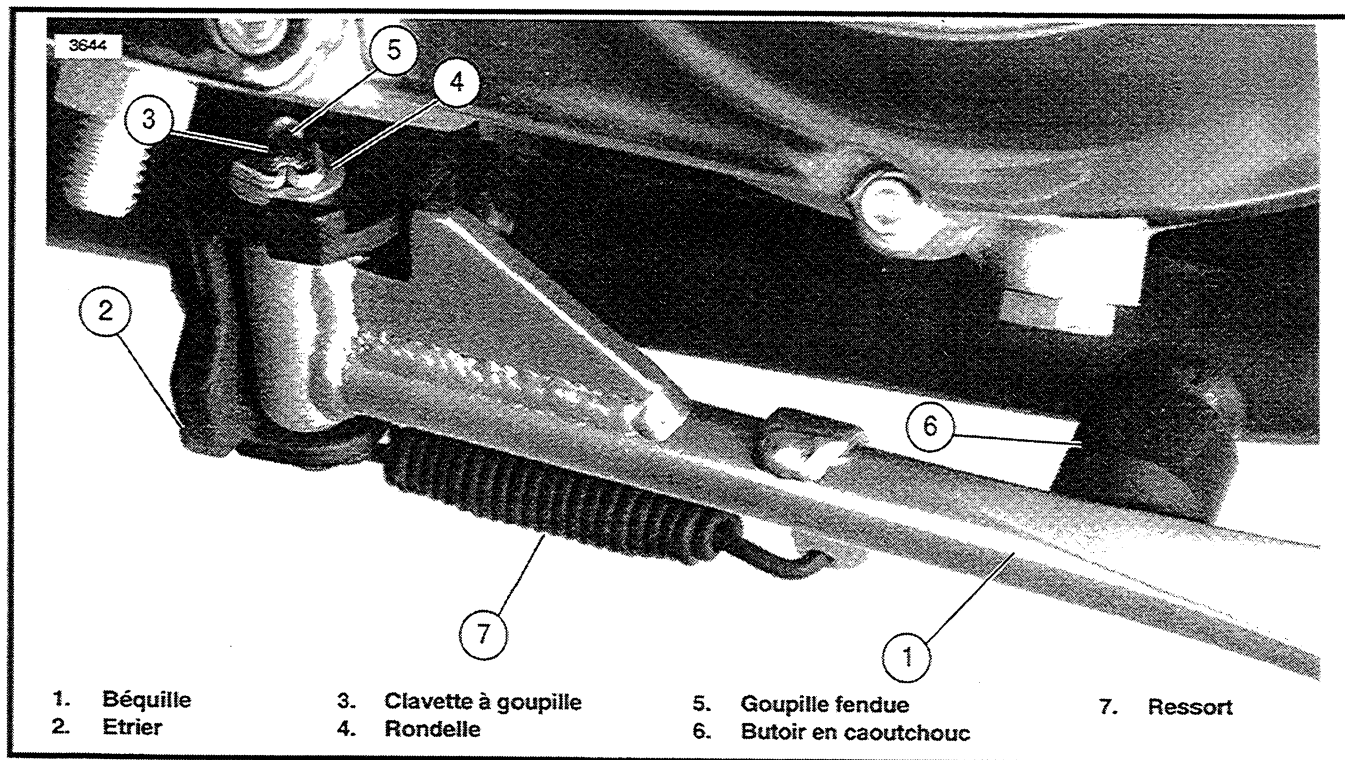
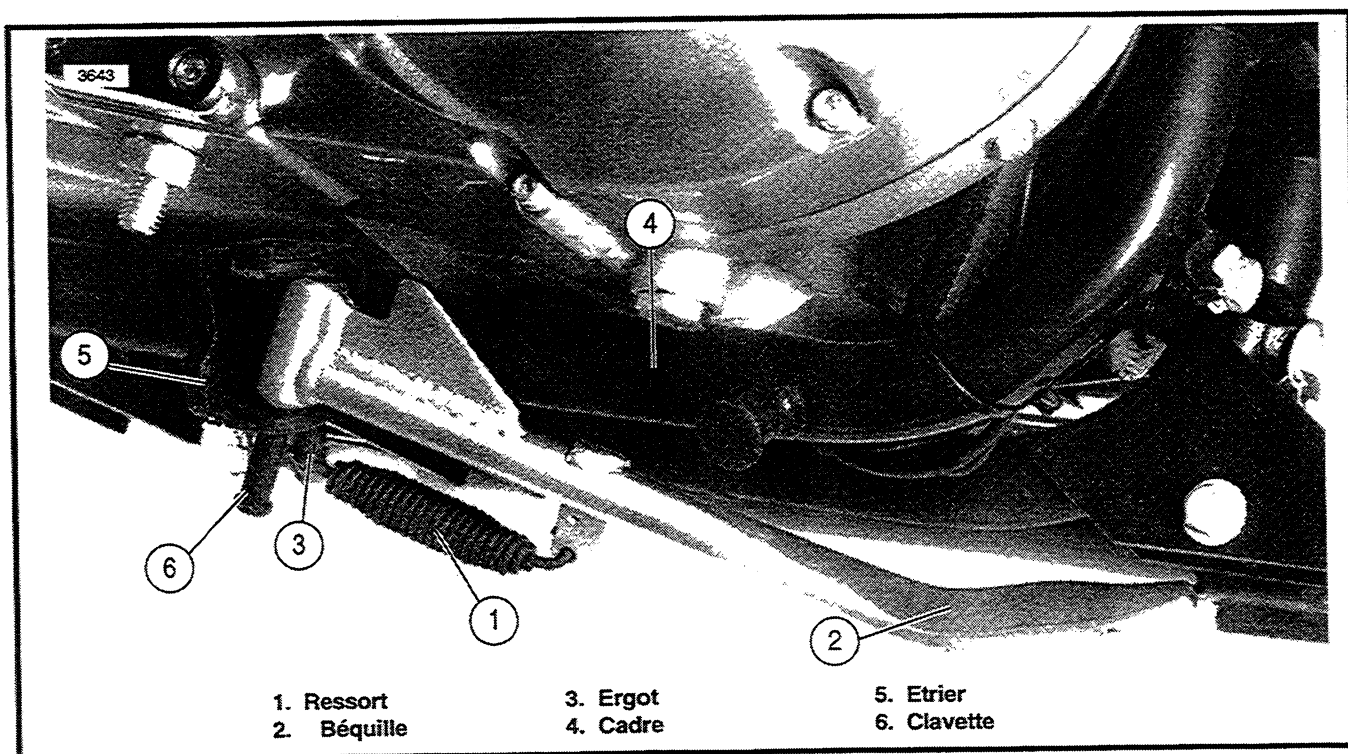

Figure 2-58. Béquille repliée
Figure 2-59. Béquille (partiellement installée)
2. Voir Figure 2-58. Retirez le butoir en caoutchouc (6) du cadre pour permettre à la béquille (1) de se replier un peu plus. Ceci diminue la tension du ressort (7) et facilite sa dépose lors de la procédure suivante.
3. Repliez la béquille (1). Chassez la goupille (5) et jetez-la. Enlevez la rondelle (4).
4. Voir Figure 2-59. Tout en maintenant la béquille (2) repliée, retirez la clavette (6) de l'étrier (5) de manière à ce qu'elle sorte à peine du pivot de l'étrier.
5. Décrochez le ressort (1) de l'ergot (3) à l'aide de pinces. Détachez l'autre extrémité du ressort de la béquille (2).
6. Retirez la clavette (6). Enlevez la béquille (2).
NETTOYAGE ET LUBRIFICATION (Figure 2-59)
2. Voir Figure 2-59. Accrochez une des extrémité du ressort (1) dans l'orifice situé sur la béquille (2). Accrochez l'autre extrémité sur l'ergot (3).
3. Laissez l'extrémité du ressort dans la rainure de l'ergot tout en maintenant le pied de la béquille (2) en position repliée. Positionnez le pivot de la béquille dans l'étrier (5) situé sur le cadre de la moto (4). Introduisez la clavette (6) dans l'orifice du montant inférieur de l'étrier, puis de moitié dans le pivot de la béquille.
4. Voir Figure 2-58. Soulevez la béquille (1) pour aligner l'orifice du pivot avec celui de l'étrier (2). Enfoncez complètement la clavette (3).
5. Installez la rondelle (4) au bout de la clavette (3) et sur le montant supérieur de l'étrier (2). Introduisez une goupille (5) neuve dans l'orifice situé au bout de la clavette. Tordez les extrémités de la goupille.
6. Enfoncez le butoir en caoutchouc (6) sur le goujon situé sur le cadre de moto.
7. Dépliez et repliez la béquille plusieurs fois pour en vérifier le fonctionnement. En position repliée (vers le haut), la béquille devrait reposer fermement contre le butoir en caoutchouc (6).